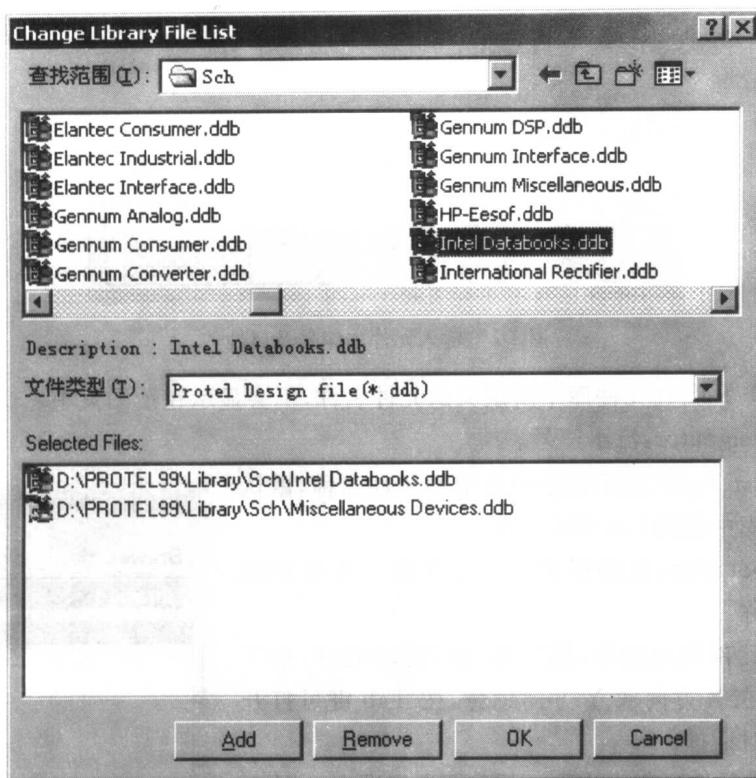

图 1-7 “元件库添加/删除”对话框
- (1) 双击设计管理器中的 Sheet1.Sch 原理图文档图标,打开原理图编辑器。
(2) 点击设计管理器中的 Browse Sch 选项卡,然后点击 Add/Remove 按钮,屏幕将出现如图 1-7 所示的“元件库添加/删除”对话框。
(3) 在 Design Explorer 99\Library\Sch 文件夹下选取元件库文件,然后双击鼠标或点击 Add 按钮,此元件库就会出现在 Selected Files 框中,如图 1-7 所示。
(4) 然后点击 OK 按钮,完成该元件库的添加。